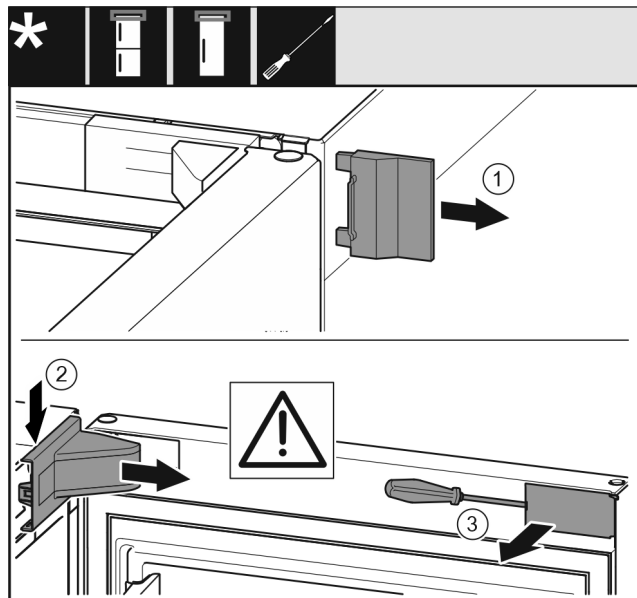

Fig. 6
- 取下外盖。Fig. 6 (1)
- 拆卸并松开托架盖。取下托架盖。Fig. 6 (2)
- 使用带槽螺丝刀松开隔板并把它转到一边。Fig. 6 (3)